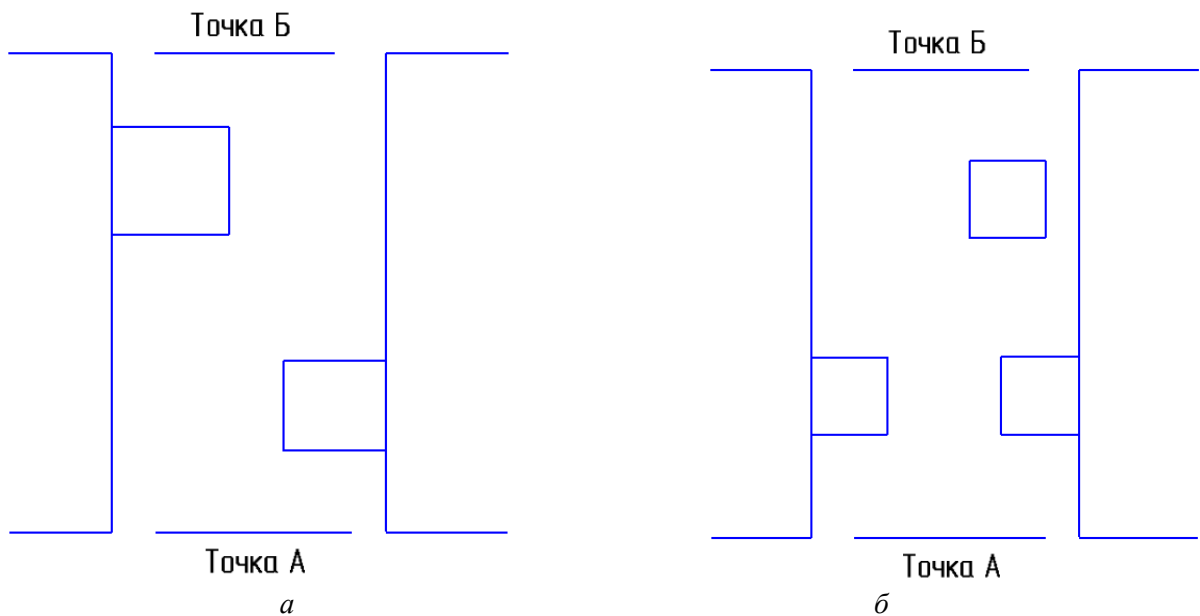

Рис. 10.7. Маршруты следования: а – №1, б – №2
3. Запрограммируйте робота для езды из точки А в точку В и измерьте время его следования по маршруту (рис. 10.7, а и 10.7, б):